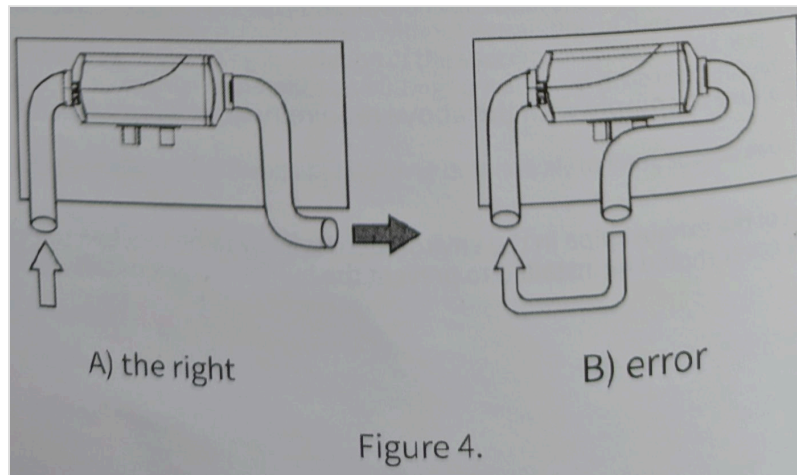

図4 A) 正しい B) 誤り(温風を吸気口に戻している)
- **内気循環方式:** 吹き出した温風が再び吸気口に入らないようにすること(図4参照)。温風ホースを使わない場合は、主吸気口にグリル付きの吸気フードを付けること。吸い込む空気は周囲の温度の低い場所から取ること。